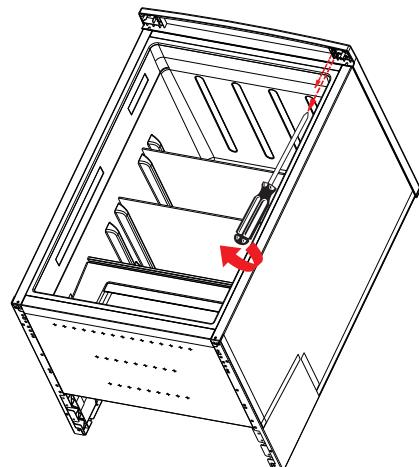

Afb. 10
- ▶ Schroef nu het scharnier van het vriesvak vast (afb. 10).